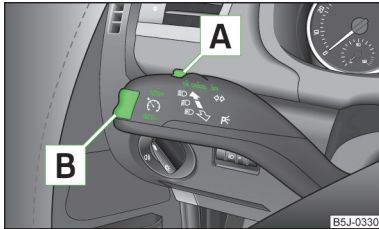

Abb. 98
- › Den Schalter **A** » Abb. 98 in Stellung **ON** drücken.
- › Die Wippe **B** » Abb. 98 auf Seite 118 in der Position **RES** drücken.
- › Die gespeicherte Geschwindigkeit kann durch Drücken der Wippe **B** » Abb. 98 auf Seite 118 in der Position **SET** verringert werden.
Die Geschwindigkeitsregelanlage wird **vorübergehend abgeschaltet**, indem der Schalter **A** » Abb. 98 auf Seite 118 in die gefederte Stellung **CANCEL** bzw. auch das Brems- oder Kupplungspedal gedrückt wird.
- › Den Schalter **A** » Abb. 98 auf Seite 118 nach rechts in Stellung **OFF** drücken.